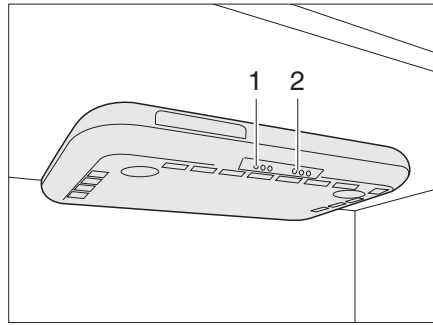

Fig. 238 Campana
- Conectar y desconectar la campana con el interruptor (Fig. 238,1).
- Conectar y desconectar las luces de la cocina con el interruptor (Fig. 238,2).